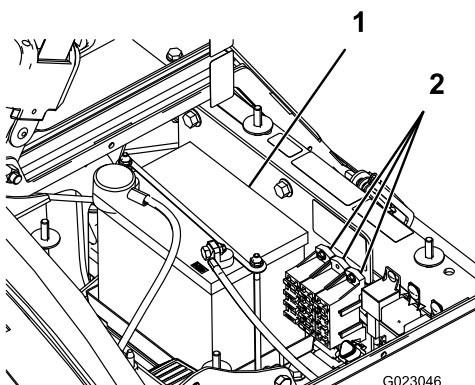

Figura 48
Existem 2 blocos de fusíveis e 1 ranhura vazia no sistema elétrico. Encontram-se debaixo do banco (Figura 48).
2. A bateria encontra-se no lado direito da máquina por detrás da bomba (Figura 48).
5. Retire as fixações e os fechos da bateria (Figura 48).
2. Coloque a fixação da bateria, assim como os fechos que retirou anteriormente (Figura 48).
4. Coloque a cobertura da bateria e aperte-a com os 2 manípulos (Figura 48).
1. Desaperte os manípulos na parte lateral da caixa da bateria e retire a cobertura da bateria (Figura 48).